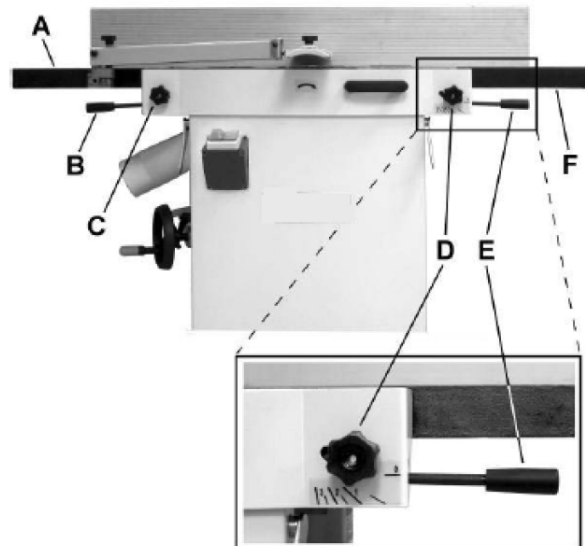

Abb. 9: Dickenhobel
Über den Sperrknopf (C, Abb.9) und den Hebegriff (B, Abb.9) steuern Sie die Höheneinstellung vom Ausgabetisch (A, Abb.9). Der Ausgabetisch wird vor der Auslieferung in der Fabrik eingestellt und sollte nicht neu positioniert werden, außer für bestimmte Anpassungen.
Der Verriegelungsknopf (D, Abb.9) und Hebegriff (E) steuern die Höheneinstellung des Einlauftisches (F, Abb.9). Zum Einstellen gehen Sie folgendermaßen vor:
Schritt 1: Lockern Sie den Sperrknopf (D, Abb.9).
Schritt 2: Heben Sie den Hebegriff (E, Abb.9) an um den Einlauftisch für einen nicht tiefen Materialschnitt einzustellen. Senken Sie den Griff für ein tiefer Schnitt.
Schritt 3: Ziehen Sie den Sperrknopf (D, Abb.9) fest.